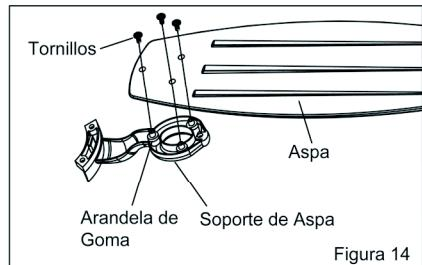

Figura 14
**Paso 1** Liga la aspa al soporte de la aspa usando los tornillos como mostrado en la Figura 14 . Nota que las arendelas ya estan sujetada al soporte de la aspa. Repeté esto con los dos ultimos tornillos.